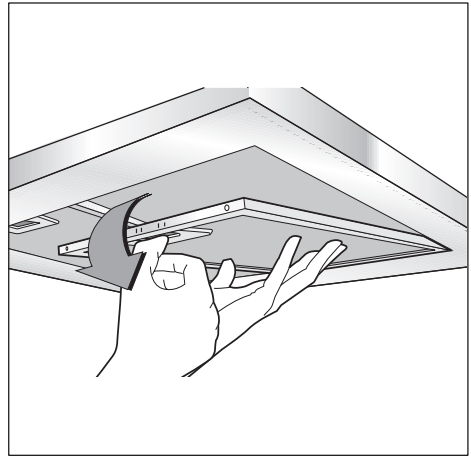

Fig.7
• Det minimala avståndet mellan kokkärlens underlag på kokhällen och spisfläktens nedre del måste vara minst **65 cm**. I det fall ett anslutningsrör används som består av två eller flera delar, måste den övre av delarna träs utanpå den undre delen. Anslut inte kåpan utloppsrör till luftkanaler i vilka varmluft cirkulerar, eller kanaler som används för att evakuera rök från apparater som drivs med annan typ av energi än elektrisk energi. För att förenkla handhavandet av apparaten ska antifettfiltret/-en tas ur innan monteringsmomenten påbörjas (Fig.7).